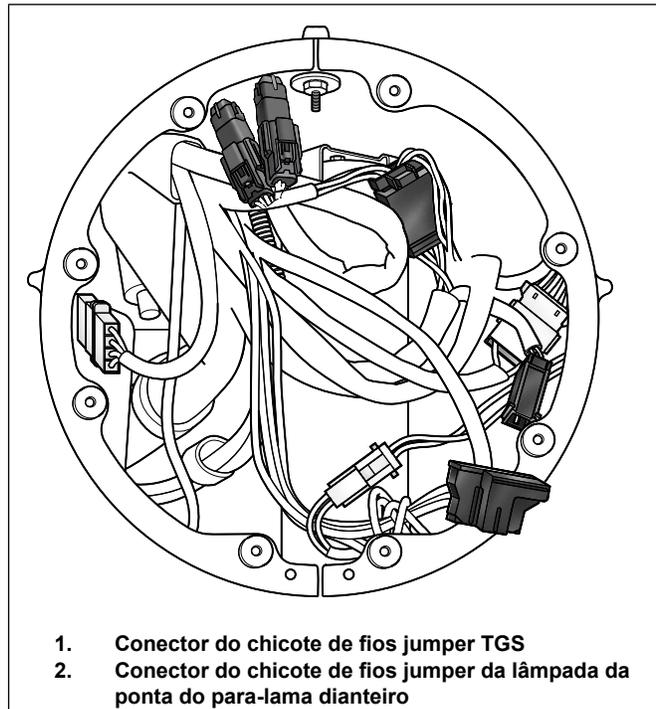

Figura 7. Fiação do farol dianteiro da Road King
- a. Veja Figura 7 . Localize a fiação da lâmpada da ponta para-lama.
- Veja Figura 7 . Localize a fiação da lâmpada da ponta para-lama (2).
- Veja Figura 7 . Conecte a metade do conector TGS da manopla direita na metade do conector do chicote de fios (1).